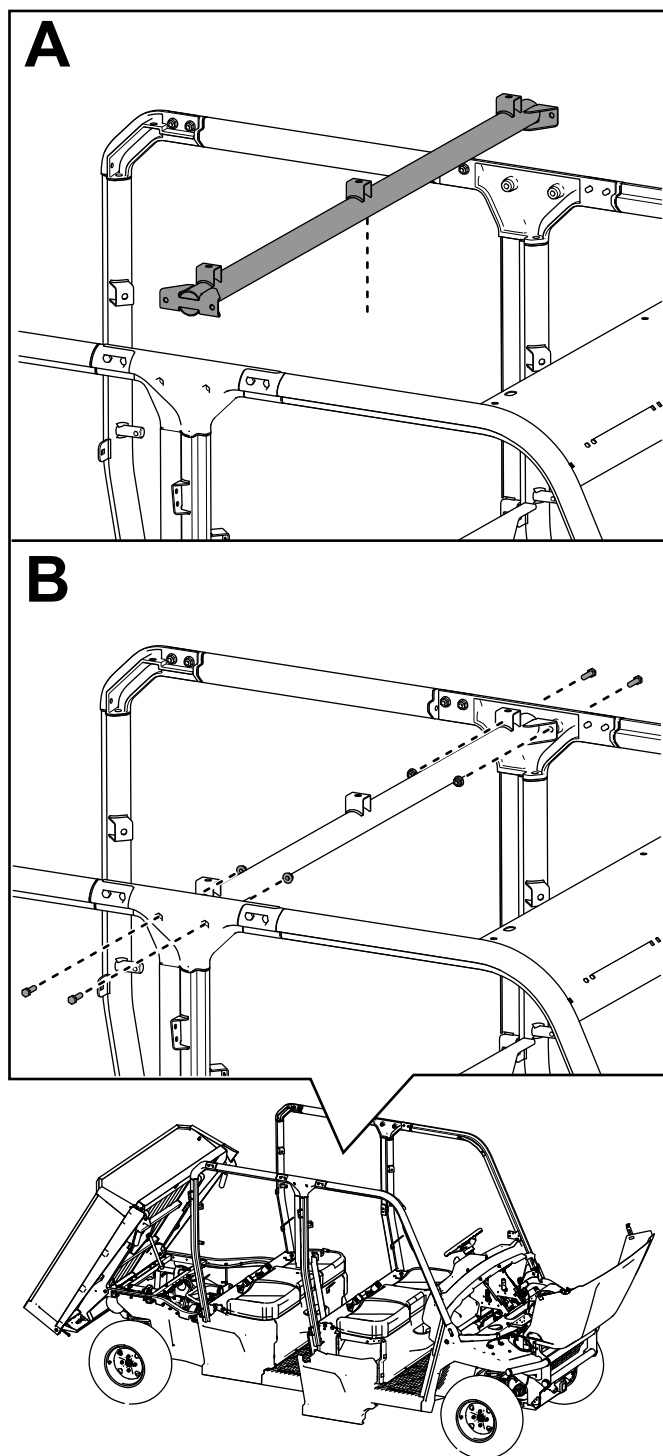

Figure 43
16. Fixez la barre transversale centrale à la barre centrale de l'arceau de sécurité à l'aide de 4 boulons à tête hexagonale ($\frac{3}{8}$ " x $1\frac{1}{4}$ ") et 4 contre-écrous ($\frac{3}{8}$ "), comme montré à la Figure 43.